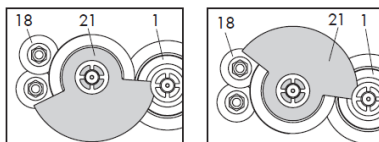

图 7: 接触凸轮单元的校准
5. 按照图 7 所示，滑动接触凸轮（21）到对应匹配执行器推杆位置。确认接触凸轮单元外部齿轮匹配中间齿轮（1）的齿轮。另外，调节齿轮（18）必须对应接触凸轮单元（21）的对应齿轮。